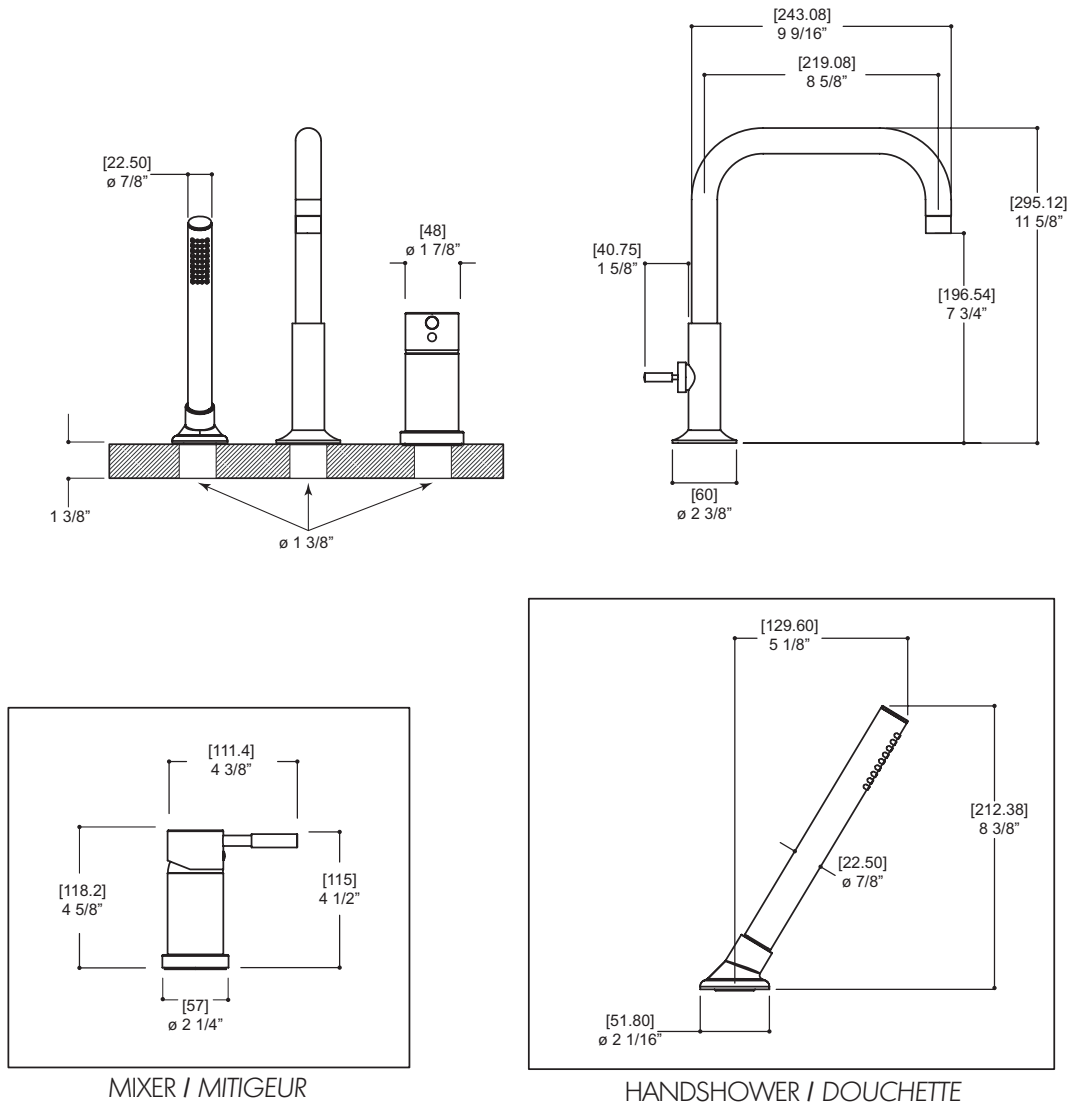

Fig.1
- ⚠ - Prior to installation, pierce the required 3 holes onto your deckmount. Refer to the general dimensions drawing (Fig.1) for hole size.
- ⚠ - Avant de débuter l'installation, percer les 3 trous requis sur la surface prévue. Se référer à la Fig.1 (dimensions générales) pour la dimension des trous.